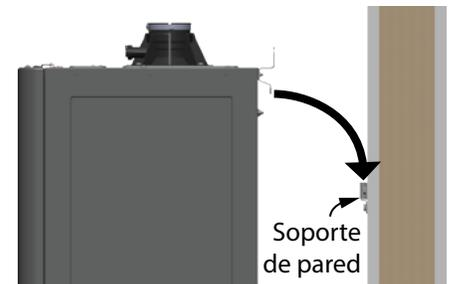

Figura 7 - Montaje del calentador de agua.
1. Cuelgue el calentador de agua en el soporte de pared. Consulte la Figura 7.